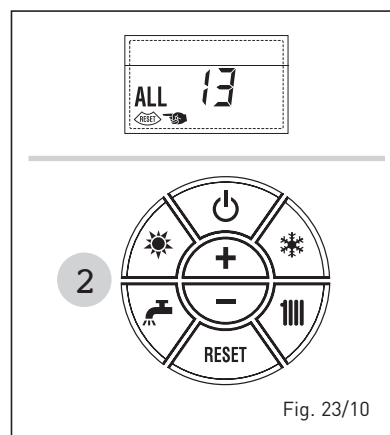

Fig. 23/10
- ANOMALIA Sonda FUMOS "ALL 14" (fig. 23/11)